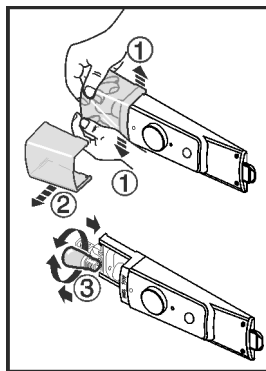

Fig. 12
- ▶ A lámpa fedelét belül, az első részen nyomja szét Fig. 12 (1), és húzza oldalra az ábrán látható módon Fig. 12 (2).
- ▶ Cserélje ki a lámpát. Fig. 12 (3)